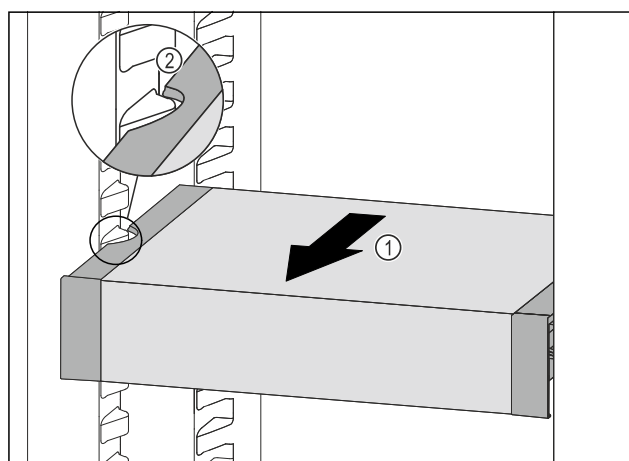

Fig. 107
- ▶ Træk VarioSafe fremefter Fig. 107 (1), indtil udsparingerne i siden på VarioSafe er på niveau med beholderribben i kølesektionen. Fig. 107 (2)